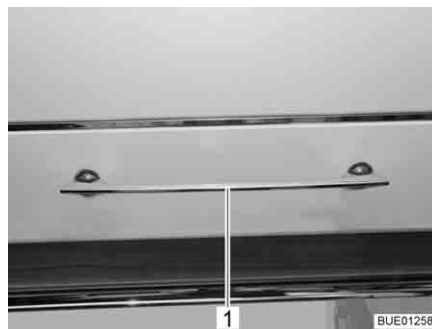

Fig. 59 Abattant de placard avec poignée de déverrouillage
- Enfoncer la poignée de déverrouillage (Fig. 59,1) vers le bas et le maintenir enfoncé.